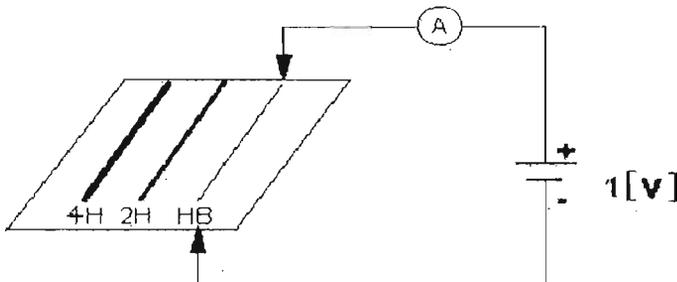

Figura 3.18
- m) Arme el diagrama de la figura 3.18.